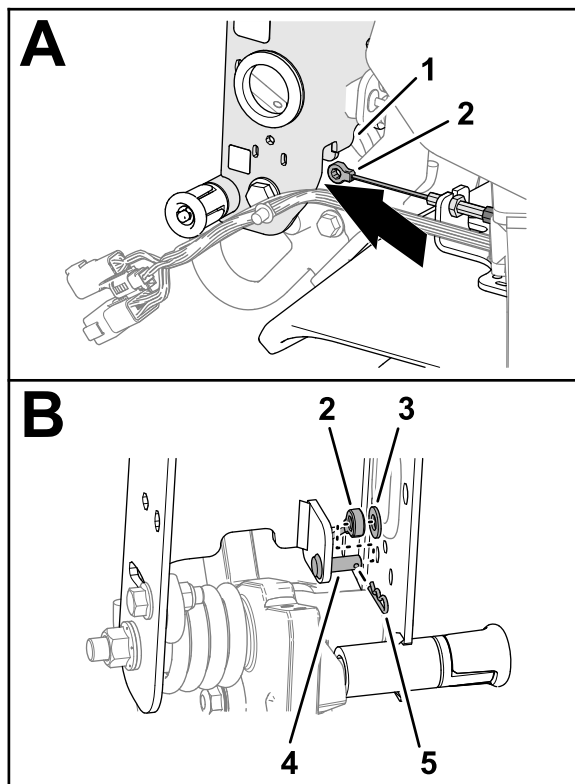

Рисунок 7
1. Проложите фитинг троса тормоза под нижней частью швеллера рукоятки управления (Рисунок 7).